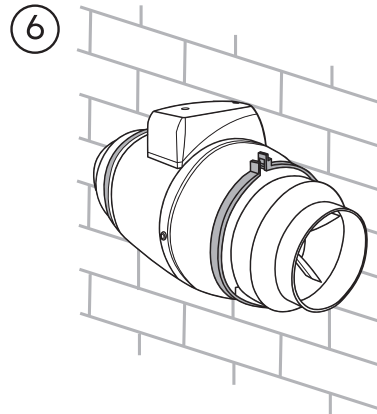

Рис. 10.
6. Установить корпус, плотно соединив хомут (Рис.10).